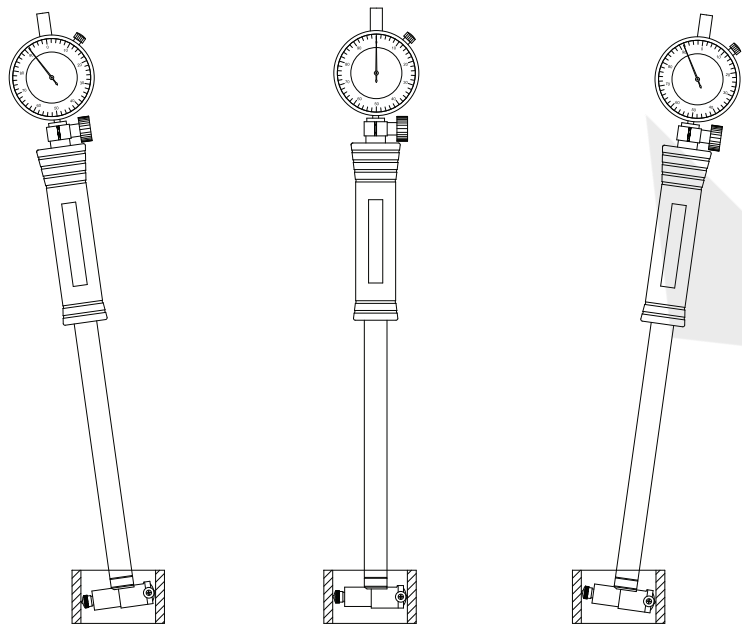

Fig.1
- (1)Tamaño de ajuste: Seleccione la sonda intercambiable, la varilla de unión y las calzas adecuadas según el tamaño medido, instálelas de acuerdo con la siguiente figura, asegúrese de que todas las piezas están instaladas de forma fiable y apriete la sonda con la ayuda de una llave para especificaciones inferiores a 35 mm. Después de la instalación, presione la sonda móvil con la mano unas cuantas veces, y la aguja del indicador debe moverse suave y flexiblemente sin ningún estancamiento.
- (2)Ajuste del tamaño de calibración: Seleccione un calibre de anillo de calibración o un micrómetro de diámetro exterior, o un orificio estándar de diámetro y precisión conocidos, y calíbrelo limpiando su superficie de medición con un algodón o un paño suave.
- (3)Ajuste del punto cero (para calibrar el calibre de anillo como ejemplo); coloque el calibre de diámetro interior en el calibre de anillo de calibración, y gírelo hacia delante y hacia atrás unas cuantas veces (Fig.1), para averiguar el "punto de inflexión" de la aguja (que indica el valor máximo indicado por la tabla). Afloje el tornillo de bloqueo del bisel, gire el bisel, de modo que la línea "0" y el puntero del "punto de inflexión" coincidan y, a continuación, bloquee el tornillo de bloqueo del bisel. Gire la empuñadura varias veces para comprobar si la línea "0" está alineada.